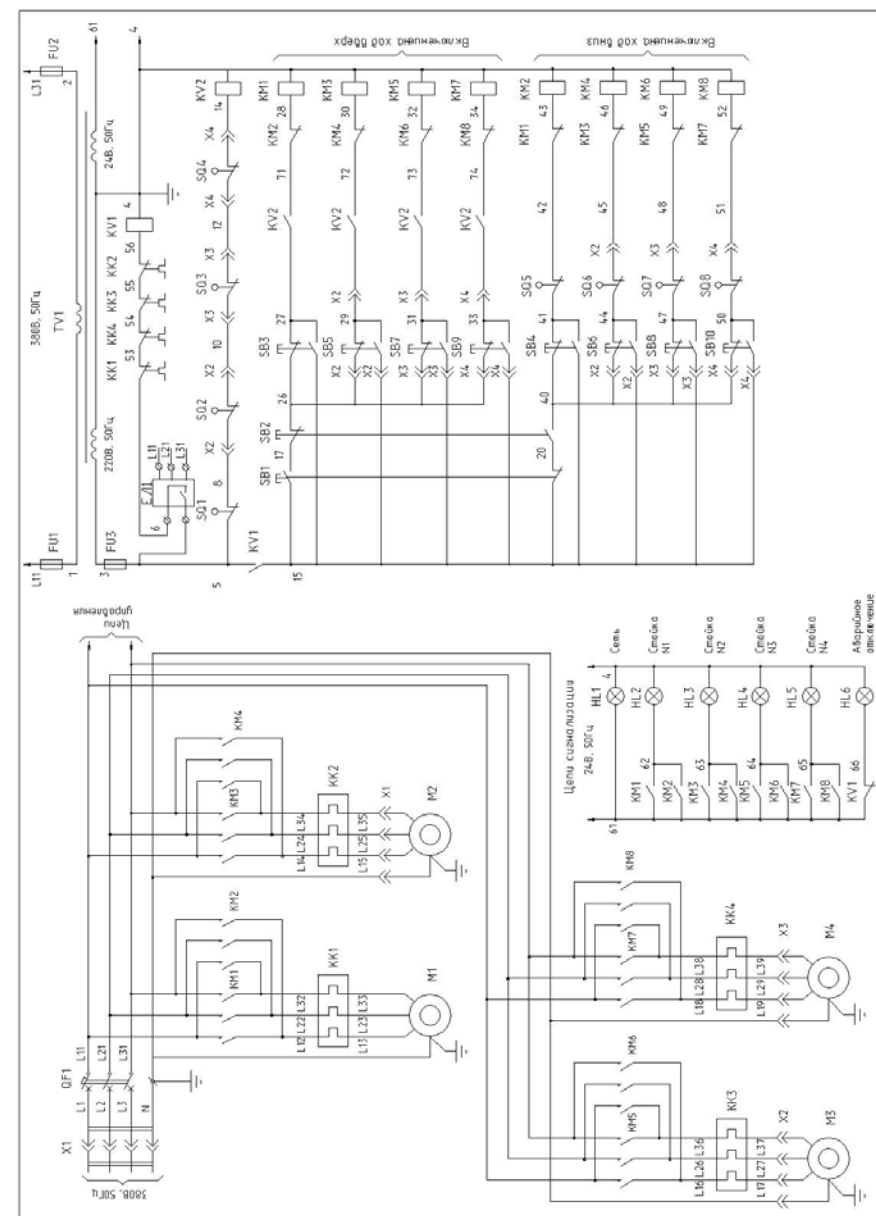

Рис. 3. Схема электрическая принципиальная подъемника ПП-10
4.3. Описание работы схемы электрической (см. Рис. 3). Управление подъемником осуществляется со шкафа аппаратного, установленного на первой стойке.